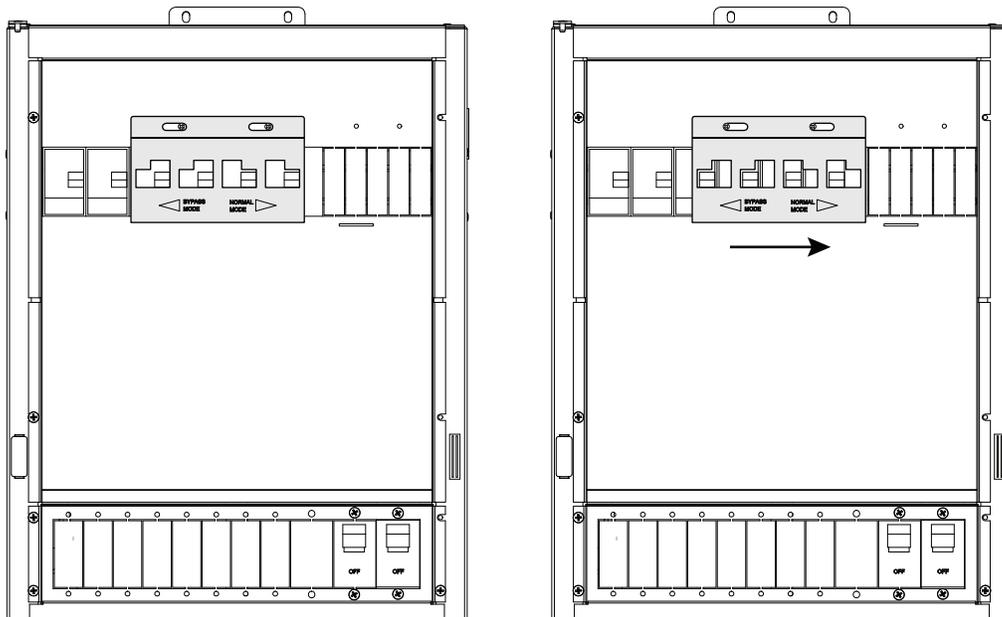

Figura 3-26 Instalación de la placa de enclavamiento de derivación diseñada a medida
6. Instale la placa de enclavamiento de derivación diseñada a medida, como se muestra en Figura 3-26 en las páginas 3-48.
2. Verifique que los interruptores estén en la posición hacia abajo, coloque la placa de enclavamiento de derivación sobre los interruptores, como se muestra en Figura 3-26, y fíjelo con los elementos suministrados.
3. Para establecerlo en posición Normal, deslice la placa de derivación hacia la derecha, como se muestra en Figura 3-26.
10. Instale la placa de enclavamiento de derivación diseñada a medida, como se muestra en Figura 3-26 en las páginas 3-48.